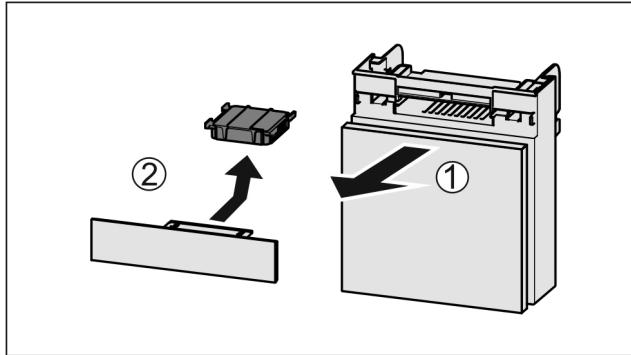

Fig. 74
- Extraire le compartiment par l'avant Fig. 74 (1).
- Sortir le filtre à charbon actif Fig. 74 (2).